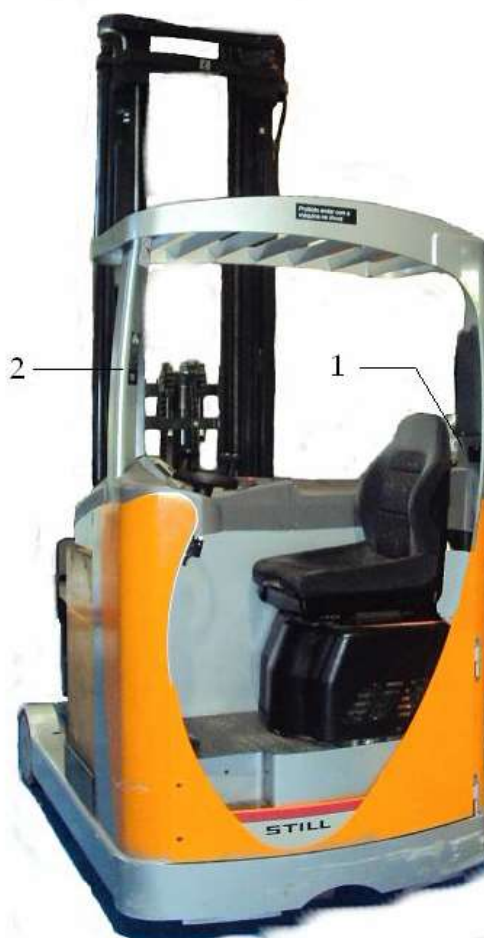

Fig. 1.1-1
O tipo do veículo, o número da série e o ano de fabricação constam na placa de marca (*Fig. 1.1-1; item 1*).
A carga máxima que se pode levantar é especificada na placa de carga útil (*Fig. 1.1-1; item 2*) e não deve ser ultrapassada.